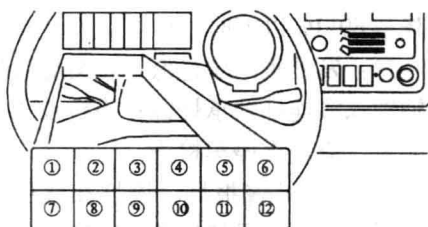

图 1-11 指示及警报灯位置图
1) 指示与警报灯设置的位置及说明。在仪表板总成上装有 12 档指示与警报灯, 如图 1-11 所示, 主要由排气制动指示灯、冷却液液面高度和过热警报灯、驻车制动指示灯、机油压力警报灯和空气压力警报灯等组成, 见表 1-2。